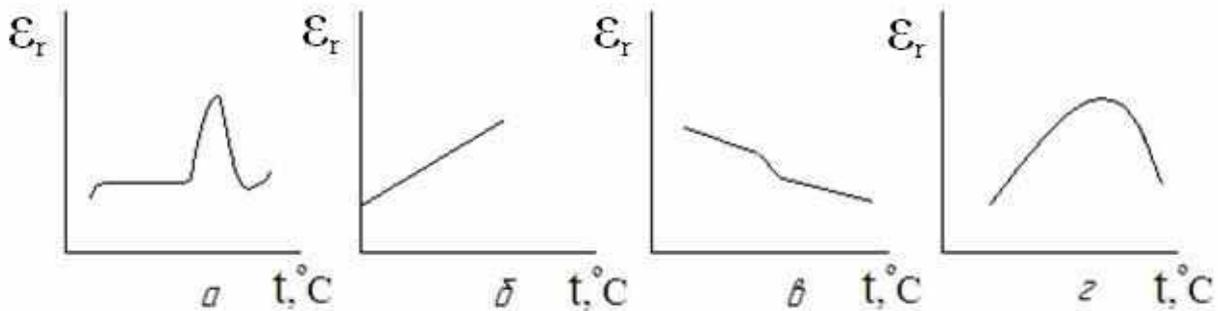

Рис. 1.4
**Вопрос 1.8.** На рис. 1.4 приведены кривые зависимости диэлектрической проницаемости от температуры для твердых диэлектриков с различной механической поляризацией. Укажите, которая кривая соответствует материалу со спонтанной поляризацией?
1. Рис. 1.4, а.
2. Рис. 1.4, б.
3. Рис. 1.4, в.
4. Рис. 1.4, г.